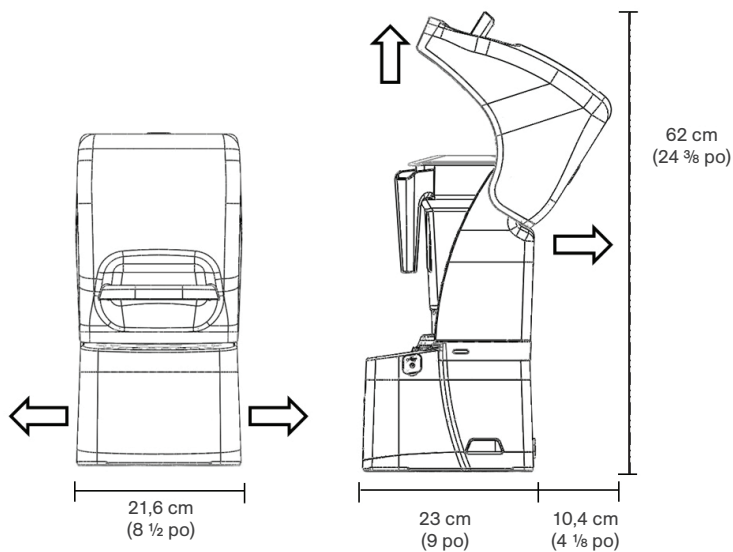

Figure 1. Dimensions du Stealth
- Vérifier qu'il y a suffisamment d'espace autour du mélangeur pour ouvrir et fermer le boîtier d'insonorisation sans problème (voir la figure 1 pour connaître l'espace requis).
Note : Il est possible d'installer le mélangeur Stealth dans la même ouverture du comptoir que votre précédent mélangeur de Blendtec. S'assurer de laisser un dégagement adéquat pour le boîtier d'insonorisation (voir la figure 1 pour connaître l'espace requis).
- S'assurer que l'emplacement convient à l'espace requis par le mélangeur (voir les figures 1 et 3).